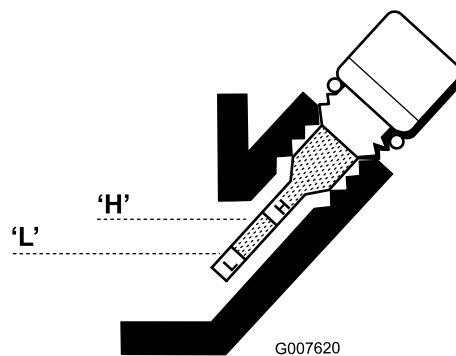

Figura 23
3. Tergete il misuratore e inseritelo nel foro del bocchettone; non avvitatelo nel foro. Estratelo, e verificate il livello dell'olio. Se il livello è basso, rabboccate con olio finché il livello non sarà compreso tra i segni H ed L sul misuratore (Figura 23). Controllate di nuovo il livello dell'olio. Non riempite troppo.